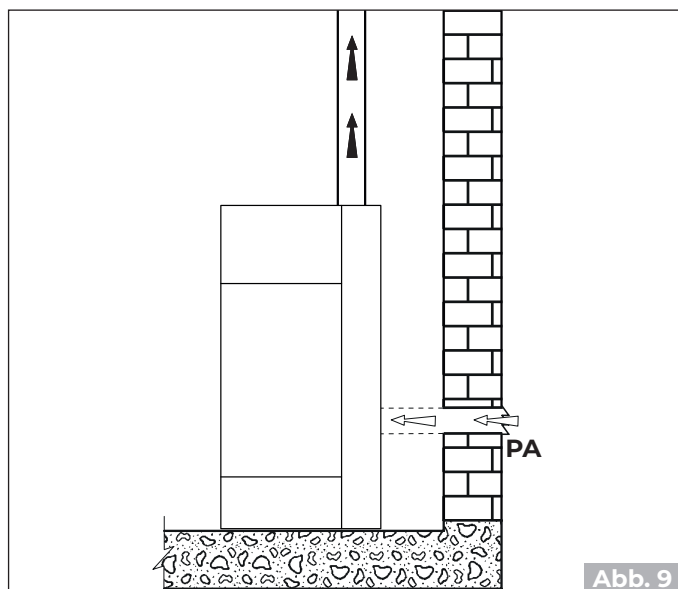

Abb. 9
- aus der Installationsumgebung oder aus geeigneten Nebenräumen kommend (**Abb. 9**)
Den Lufteinlass an der Wand vornehmen (**Abb. 9 - PA = Lufteinlass**), und lassen Sie das Gerät frei, um Luft in den Raum anzusaugen. Achten Sie darauf, das Wellrohr an das Lufteinlassrohr, falls vorhanden, anzuschließen, befestigen Sie es mit der Schelle und biegen Sie es leicht nach unten, um mögliche Resonanzeffekte zu vermeiden.